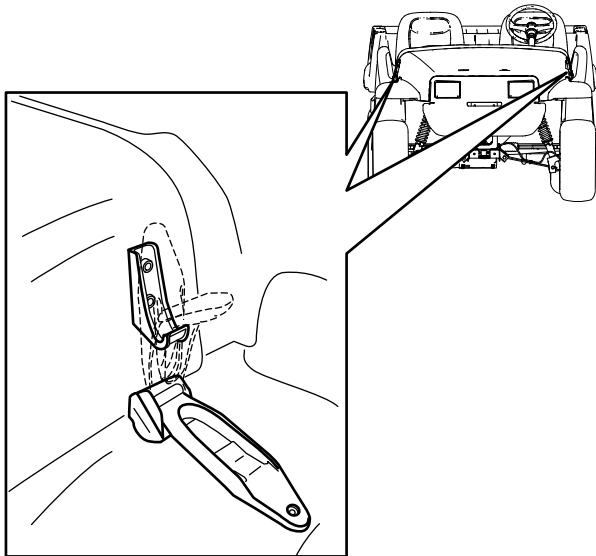

Figure 21
1. Soulevez la poignée des loquets en caoutchouc de chaque côté du capot (Figure 21).
2. Fixez le capot en place en alignant les loquets en caoutchouc sur les ancrages de verrouillage de chaque côté du capot (Figure 21).